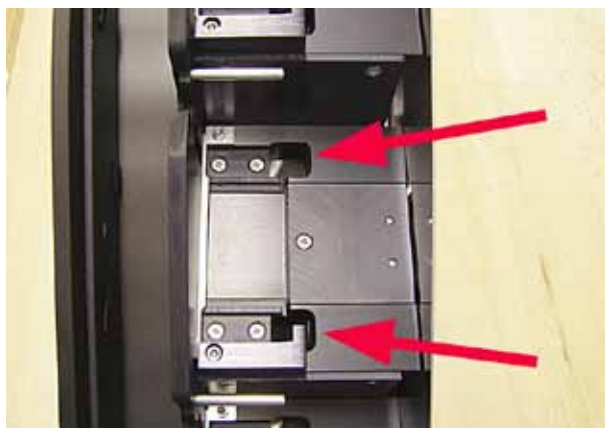

Рис. 44
- Станция загрузки (→ "Рис. 44")